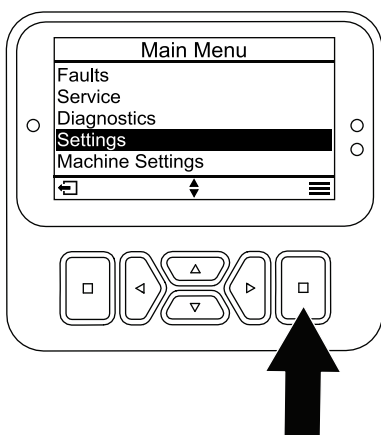

Bild 24
1. Blättern Sie vom HAUPTMENÜ zum Menü EINSTELLUNGEN und drücken Sie die Auswahl taste (Bild 24).